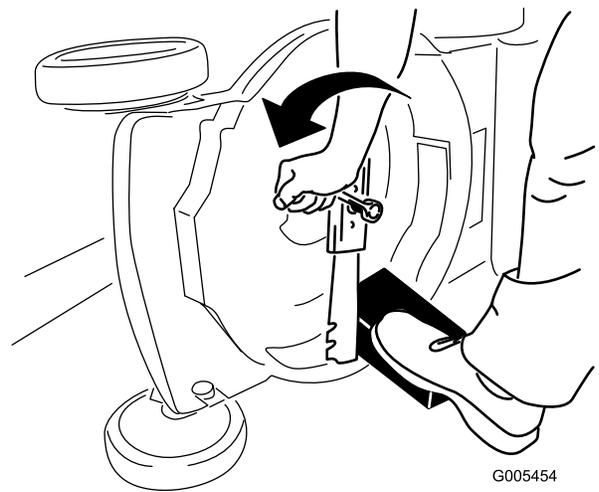

Figura 52
3. Usate un blocco di legno per tenere ferma la lama (Figura 52).
4. Togliete la lama e conservate la bulloneria di montaggio (Figura 52).